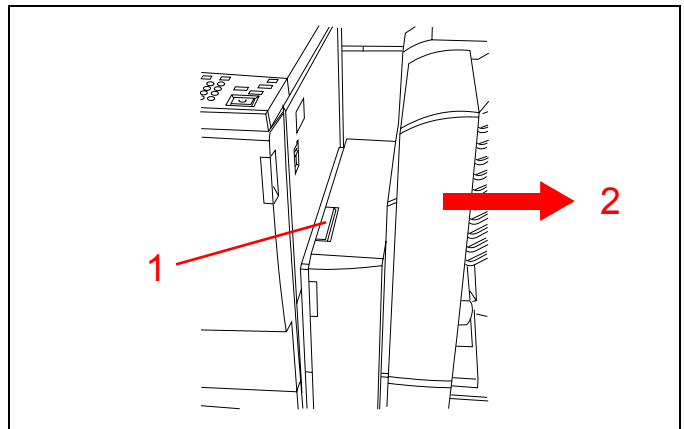

Abbildung 15
1. Drücken Sie den oberen Teil des Verriegelungshebels gegen die Sorter/Mailbox-Einheit (siehe Abbildung 15.)